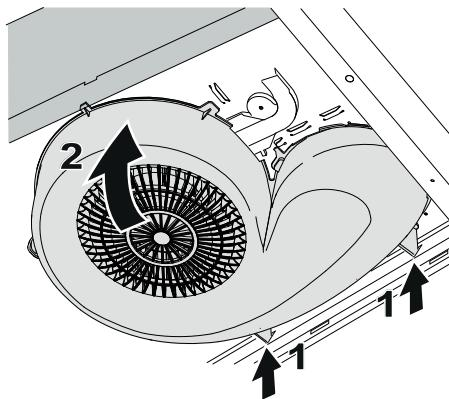

Fig. 7
Drej blæserhuset opad (2). Fig. 7